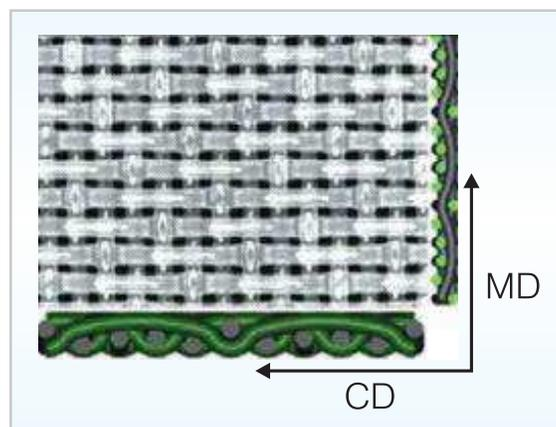
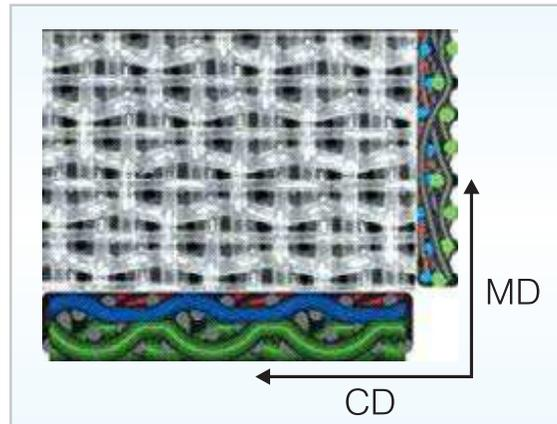
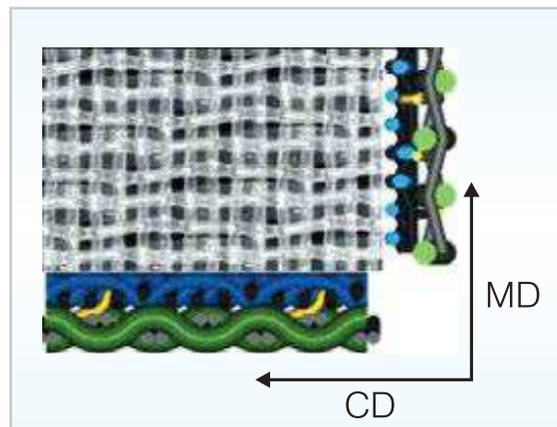

Figura 1: *Capa simple*
Figura 2: *Doble capa y media*
Figura 3: *Triple capa (Hilo de amarre CD)*
**Estilo de la tela.** Actualmente, las telas formadoras son fabricadas en diferentes estilos o diseños. Los principales estilos hoy en día en la industria de papel *tissue* son: capa simple (figura 1), doble capa y media (figura 2) y triple capa (figura 3). Los diseños de capa simple, se construyen con tramas formadas por un hilo en el sentido MD por cada hilo en el sentido CD. Los de doble capa y media, tienen en la trama un hilo en el sentido MD por cada tres hilos en el sentido CD. Estos, se ubican sobre los hilos longitudinales con dos hilos apilados y uno de menor diámetro en la superficie superior, posicionados cada dos filamentos. El estilo correspondiente a triple capa, está hecho con dos hilos en el sentido MD y dos/tres en el sentido CD. En realidad, este diseño es la unión de dos modelos de capa simple, entrelazados por un hilo en el sentido CD o MD.